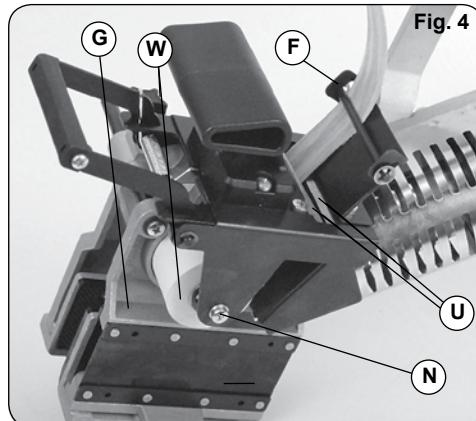
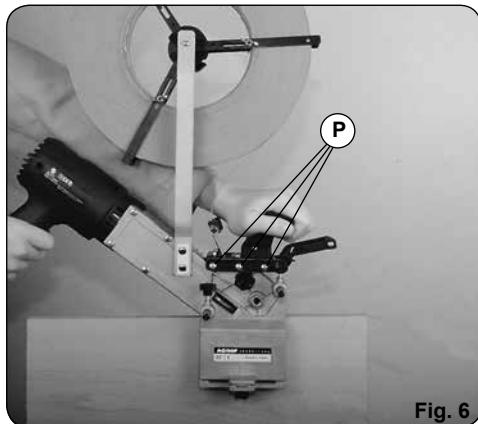
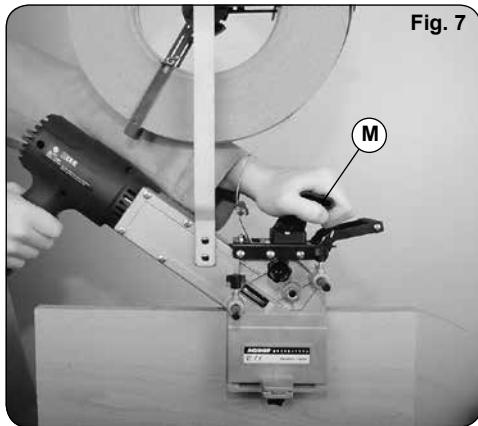

Fig. 4
Fig. 6
Fig. 7
2. Pasar la cinta por debajo de la varilla anti-retorno F, (Fig. 4), y a través de las cuchillas U hasta situarla bajo el rodillo encolador W.
1. Situar el aparato al principio del tablero, asegurándose que la cinta preencolada sobrepasa al menos 1 cm del extremo del mismo; (Fig. 6).
3. Presionar la cinta preencolada contra el tablero, actuando sobre el pomo M, (Fig. 7), y desplazar la máquina a lo largo del mismo; (Fig. 6 y 7).
Retirar el tornillo N, (Fig. 4), que sujet a el cuerpo portacuchillas sobre el rodillo encolador y dándole la vuelta a la máquina, soltar los tres tornillos P, (Fig. 6), que lo mantienen solidario con el lado fijo.